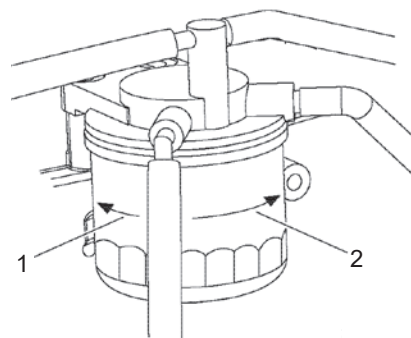

Рис.52
3. Снимите топливный фильтр, используя ключ для фильтра, повернув его влево (1, Рис. 52). При снятии топливного фильтра осторожно придерживайте его, чтобы топливо не вылилось. Вытрите все пролитое топливо.
5. Установите новый топливный фильтр. Вручную затяните его вправо (2, Рис. 52) до соприкосновения с монтажной поверхностью. Используйте ключ для фильтра и затяните его с усилием 14–17 фут-фунтов (19,6–23,5 Нм, 2,0–2,4 кгс·м) или на один дополнительный оборот с помощью ключа для фильтра.